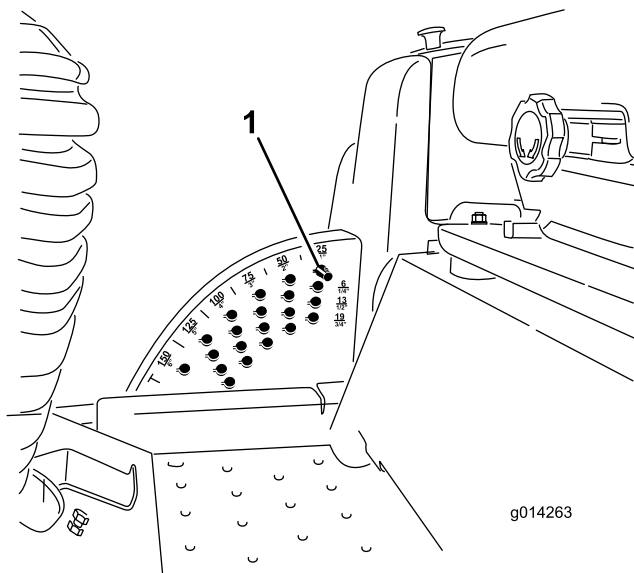

Figura 18
Nota: Para bloquear la carcasa de corte o el accesorio en posición elevada, eleve la plataforma más allá de la posición de 15 cm, retire el pasador de tope de altura de corte (consulte Ajuste de la altura de corte), y ponga el pasador en la posición de altura de corte de 15 cm (Figura 18).
1. Con el motor en marcha, presione hacia atrás el interruptor de elevación de la carcasa hasta que la carcasa del cortacésped esté elevada del todo y **suelte el interruptor inmediatamente** (Figura 18).
2. Para ajustar, gire el pasador hasta que el nervio quede alineado con la ranura del taladro del soporte de altura de corte, y retire el pasador (Figura 18).
3. Seleccione un taladro del soporte de altura de corte que corresponda a la altura de corte deseada, inserte el pasador y gírelo para bloquearlo en esa posición (Figura 18).
Nota: Hay cuatro filas de taladros (Figura 18). La fila superior corresponde a la altura de corte impresa encima del pasador. La segunda fila corresponde a la altura impresa más 6 mm. La tercera fila corresponde a la altura impresa más 13 mm. La fila inferior corresponde a la altura impresa más 19 mm. Para la posición de 15,2 cm hay un solo taladro, situado en la segunda fila. Esta posición no añade 6 mm a la altura de 15,2 cm.